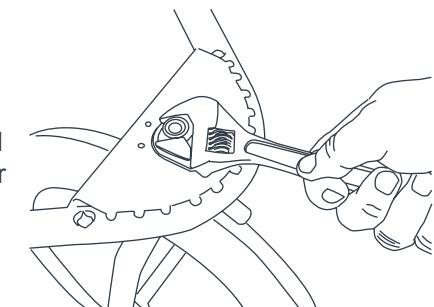

Fig. 21
- 21)** • Si experimenta un tambaleo en la rueda delantera que es anormal para el uso al caminar, podría tener que ajustar la arandela de la rueda delantera, que se encuentra debajo del reposapiés al frente del carrito. Puede usar una llave inglesa estándar para ajustar la tuerca. **NO AJUSTE DE MÁS.** ya que podría dañar la arandela (Fig. 21).